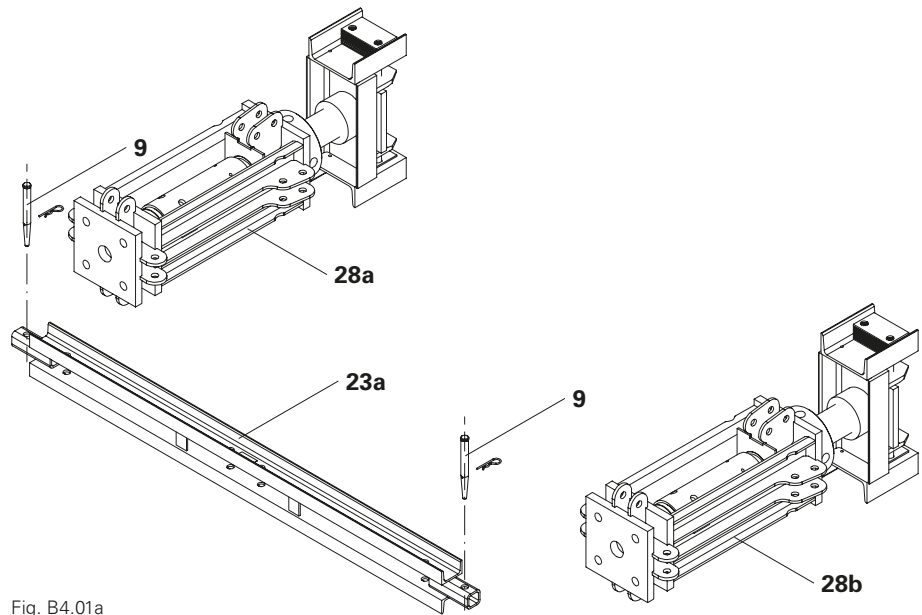

Fig. B4.01a
1. Posizionare gli alberi di testa VST 100 (28) su travi a sezione quadrata.
2. Avvitare il corrente orizzontale inferiore VST 200 (23a) al primo albero di testa VST 100 (28a) con 1 perno da Ø 21 mm (9) e fissarlo con l'inserto a molla 4/1, zincato.
3. Avvitare il corrente orizzontale inferiore VST 200 (23a) al secondo albero di testa VST 100 (28b) con 1 perno da Ø 21 mm (9) e fissarlo con l'inserto a molla 4/1, zincato. (Fig. B4.01a)
4. Avvitare il corrente orizzontale superiore VST 200 (23b) al primo albero di testa VST 100 (28a) con 1 perno da Ø 21 mm (9) e fissarlo con l'inserto a molla 4/1, zincato.
5. Avvitare il corrente orizzontale superiore VST 200 (23b) al primo albero di testa VST 100 (28b) con 1 perno da Ø 21 mm (9) e fissarlo con l'inserto a molla 4/1, zincato.